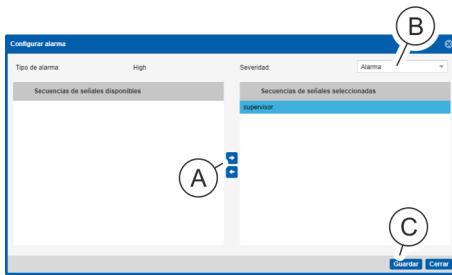

Fig. 134: Ventana "Configurar alarma"
8. ➔ En la ventana "Configurar alarma", seleccione una secuencia de señales y desplácela hasta el campo "Secuencias de señales seleccionadas" con el botón "→" (Fig. 134/A).
9. ➔ En el cuadro de selección "Severidad" (Fig. 134/B), seleccione para la entrada un estado de alarma "OK", "Advertencia" o "Alarma".
10. ➔ Confirme la selección con el botón "Guardar" (Fig. 134/C).